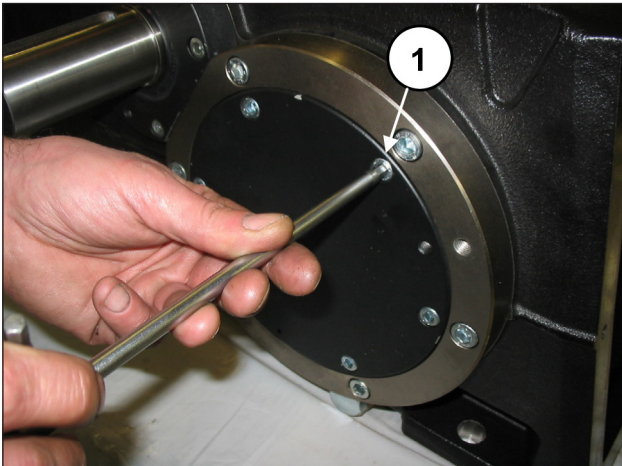
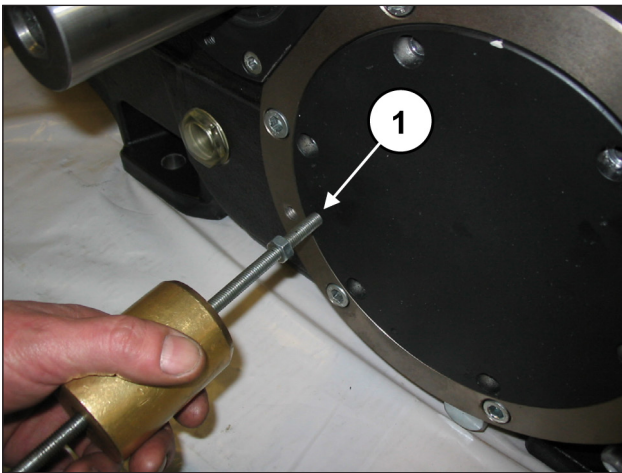

Abb. 11
Abb. 12
Demontieren Sie die beiden Lagerdeckel und lösen hierzu die entsprechenden Schrauben (Pos. ①, Abb. 11). Zum leichteren Ausbau verwenden Sie 2 Stiftschrauben oder Schrauben M8 (Pos. ①, Abb. 12) als Abzieher. Ziehen Sie den O-Ring ab und ersetzen Sie diesen bei Bedarf.